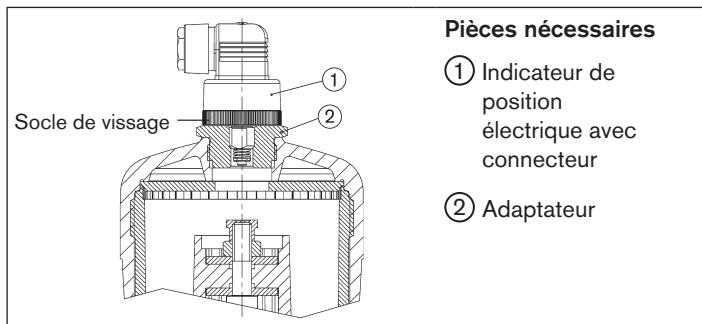

Figure 10 : Taille d'actionneur 50, 63, 80 (Ø en mm) avec indicateur de position électrique
- Dévisser le capot transparent du couvercle d'actionneur (6) (respecter les consignes de sécurité du chapitre « 10 » à la page 61 !).
- Visser l'adaptateur (2) au lieu du capot transparent sur l'actionneur (voir « Figure 10 »).
- Visser l'indicateur de position électrique (1) dans l'adaptateur (2), en respectant la remarque figurant au chapitre « 10 ».